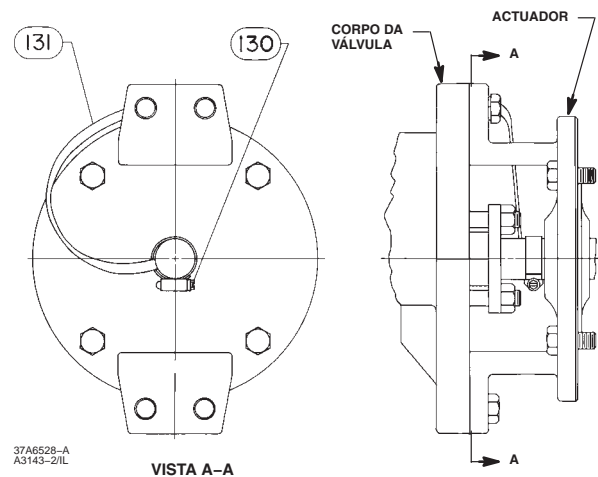

Figura 4. Conjunto Opcional de Correia de União do Eixo ao Corpo
4. Ligue o conjunto da correia de união (número 131, figura 4) ao eixo com o grampo (número 130, figura 4).